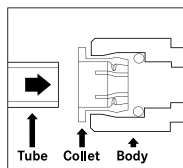

Fig.1
- ▶ Inserte el tubo directamente (Fig. 1).